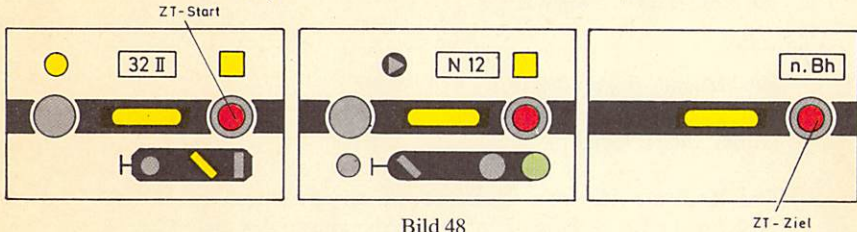

Bild 48
e) Ausfahrzugstraßen aus Ausfahrgruppengleisen beginnen an einem Sperrsignal. Starttaste ist die Zugstraßentaste des Sperrsignals und Zieltaste ist die Zugstraßentaste im Streckengleis oder die Signaltaste des ersten Zentralblocksignals; die Festlegemel- der am Sperrsignal und am Gruppenausfahrnsignal leuchten (vgl. Bild 48).